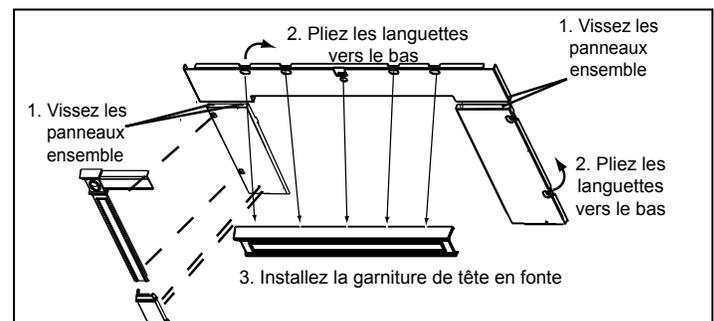

Figure 19.4
**Inclus dans l'ensemble d'encadrement :** (2) panneaux latéraux, gauche et droit, (1) panneau supérieur, (1) paquet d'attaches.
**Pièces incluses dans l'ensemble de garnitures en fonte :** (2) pieds en fonte décoratifs, gauche et droit, (1) linteau décoratif en fonte, (2) semelles en fonte décoratives, gauche et droite (1) paquet d'attaches.
4. Courbez maintenant les languettes vers le bas contre la face arrière du panneau, 5 en haut et 2 sur chaque pied. Laissez les panneaux face vers le bas. **Figure 19.4**